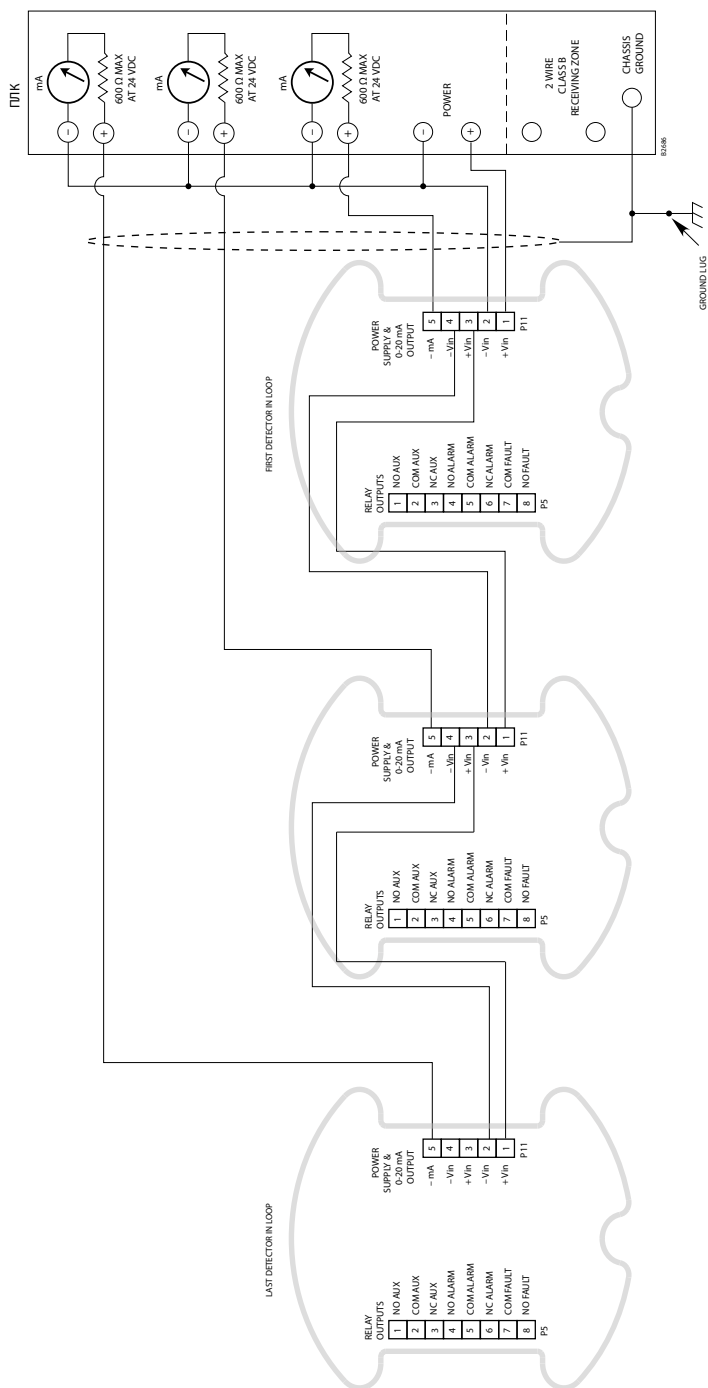

Рисунок 14—Проводка для нескольких извещателей (0-20 мА используется, реле не используются)
- На рис. 14 и 15 показана проводка для конфигураций с несколькими извещателями.